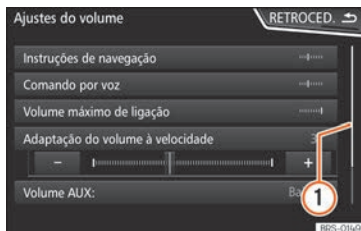

Fig. 146 Entradas de uma lista de um menu de ajustes.
A barra de deslocação exibe-se à direita e o seu tamanho depende das entradas da lista » **Fig. 146 ①**.